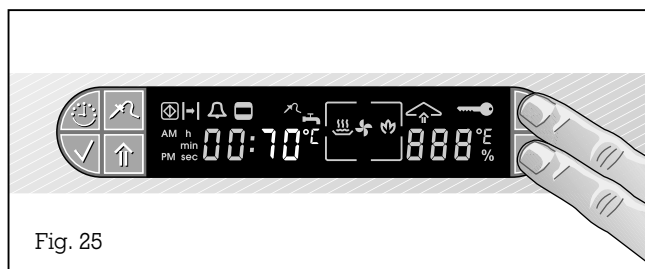

Fig. 25
- Premendo i tasti + e - è possibile programmare un valore compreso tra 1 °C e 99 °C (v. tabella) (Fig. 25).